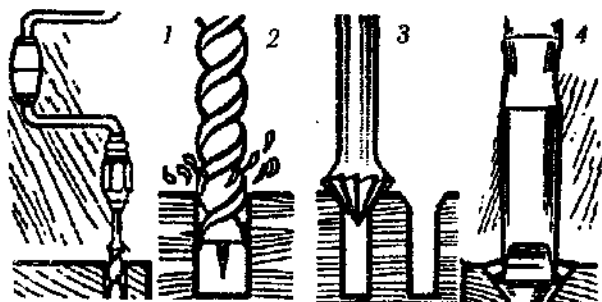

Рис. 29. Операции при ввинчивании шурупов: 1, 2 — рассверливание под шуруп; 3 — раззенковка; 4 — ввинчивание.
- ✓ *Предварительное рассверливание и утапливание головок* (рис. 29). Для малых шурупов отверстие прокалывают столярным шилом, для больших — рассверливают. Диаметр сверла должен быть немного меньше диаметра шурупа. Глубина сверления —  $2/3$  длины шурупа и даже больше, если дерево твердое. Шурупы с потайными головками утапливаются. Раззенковку делают зенковкой (сверлом с конической режущей частью), большим спиральным сверлом и даже стамеской.